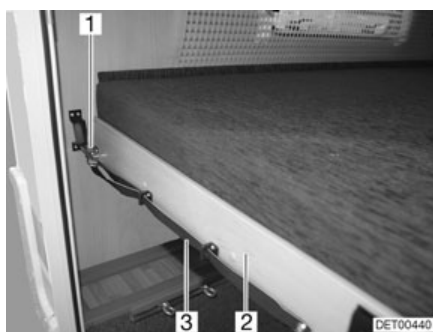

Fig. 103 Lit superposé (arrière)
- Tirer sur la boucle (Fig. 103,3) et désenclencher le verrou (Fig. 103,1).
- Tirer le sommier à lattes (Fig. 103,2) avec le matelas vers l'avant jusqu'à ce qu'il s'enclenche.